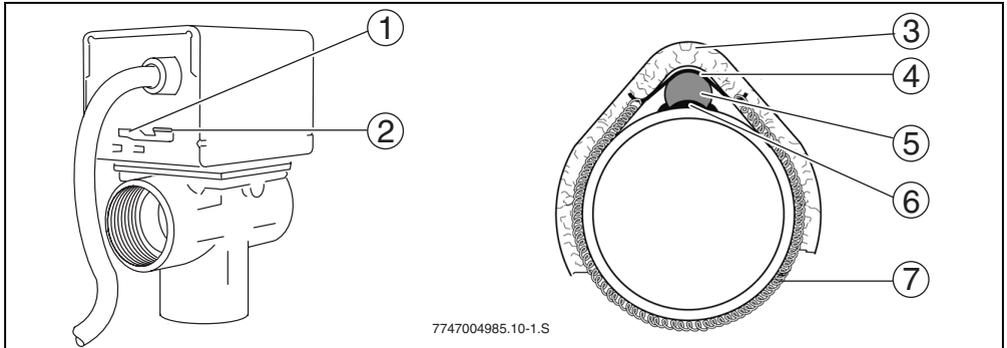

Bild 7 3-Wege-Ventil (links) und montierter Temperaturfühler (rechts)
Verwenden Sie die Stellung „MAN“ (manuell, → Bild 7, Pos. 2), um die Anlage zu füllen, entlüften, entleeren oder als Sicherheitsstellung bei Spannungsausfall. In der Stellung „MAN“ befindet sich der Ventilstößel in Mittelstellung. Dadurch wird eine gleichmäßige Strömung des Mediums zu beiden Auslassanschlüssen hergestellt.
- Für den Normalbetrieb: Stellhebel auf „AUTO“ stellen (→ Bild 7, Pos. 1).
- Temperaturfühler T2 (→ Bild 7, Pos. 5) mit Wärmeleitpaste (→ Bild 7, Pos. 6) versehen.
- Temperaturfühler T2 mit Halteblech (→ Bild 7, Pos. 4) und Spannfeder (→ Bild 7, Pos. 7) ca. 20 cm vor dem 3-Wege-Ventil an das Rücklaufrohr montieren.
- Temperaturfühler T2 mit mindestens 20 cm langer Dämmung versehen (→ Bild 7, Pos. 5).